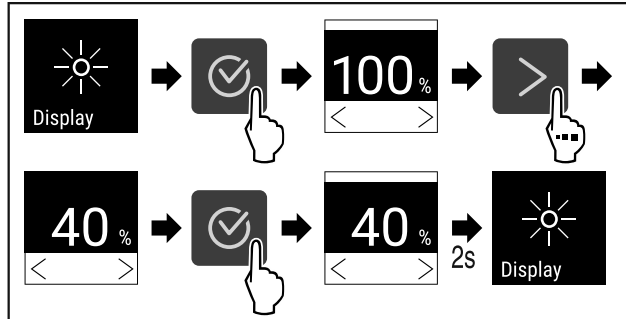

Fig. 72
- ▶ Genomför stegen (se Fig. 72).